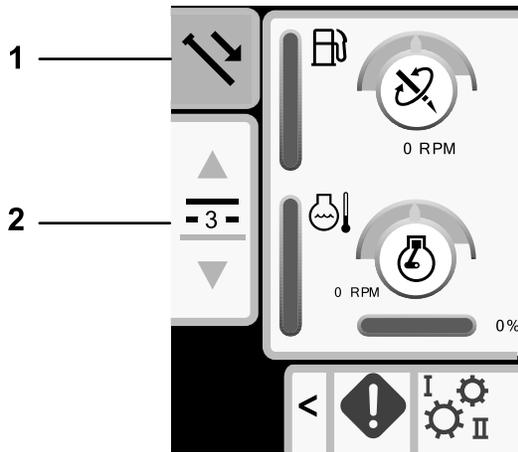

Figura 28
1. Pulse el botón 1 para seleccionar Empujar tubo (Figura 28).
2. Pulse los botones 2 y 3 para seleccionar la fila de la que desea obtener el tubo (Figura 28).